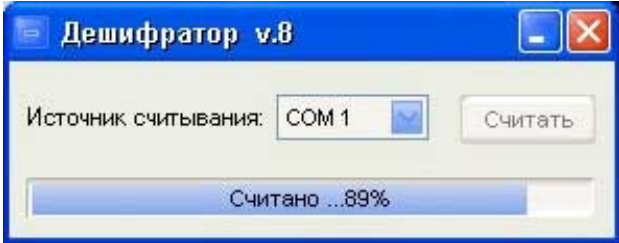

Рисунок 3
3.5 Нажмите кнопку СЧИТАТЬ и наблюдайте процесс переноса информации в УСИ-1, сопровождаемый миганием светодиода СВЯЗЬ и отображаемый в нижней части окна программы (рисунок 3).